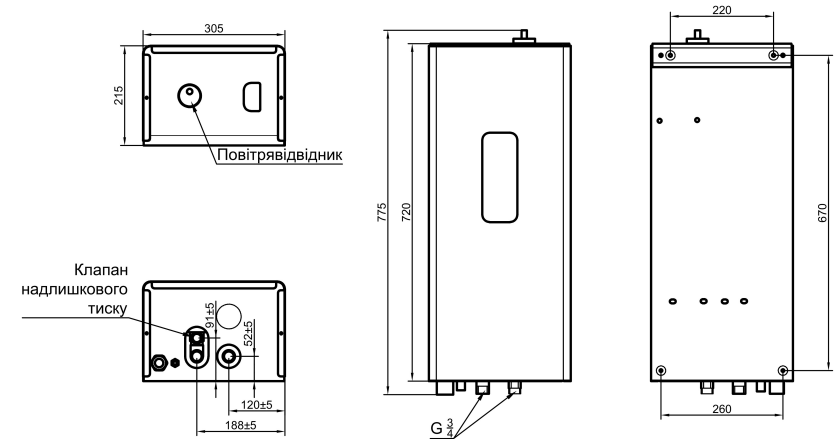

Рисунок 1 - Апарат електричний водогрійний КЕО-НС
5.1. КЕО-НС є конструкцією, що складається з окремих вузлів, розмічених усередині сталевго корпусу у формі паралелепіпеда (рис. 1). КЕО-НС закріплюється на стіні вертикально і підключається до системи опалення і електромережі (рис. 2).
5.2. Основні вузли КЕО-НС (рис. 1):